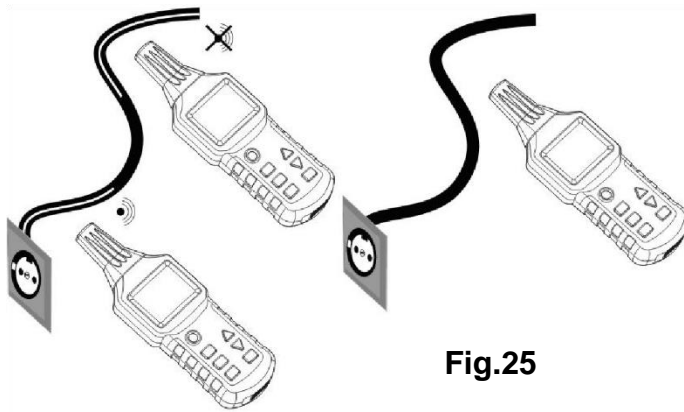

Fig.25
- Måling skal foretages som vist på Fig.25